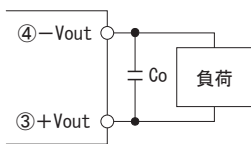

図2.1 出力側外付けコンデンサ接続方法
■TEPSシリーズは基本的に出力側外付けコンデンサは不要ですが、出力にコンデンサを接続することでリップル電圧の低減や出力電圧変動を改善することができます。接続方法を図2.1に示します。